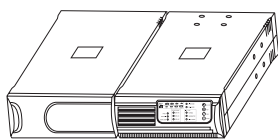

Рис.1
1. Расположите ИБП на чистой ровной поверхности передней панелью к себе. Рис.1